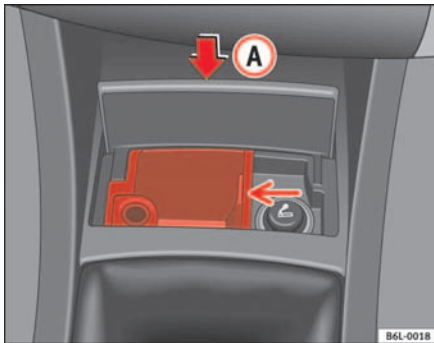

Abb. 81
- Durch Drücken auf den unteren Teil des Aschenbecherdeckels (A) ⇒ Abb. 81 öffnet sich der Aschenbecher durch Federwirkung automatisch.